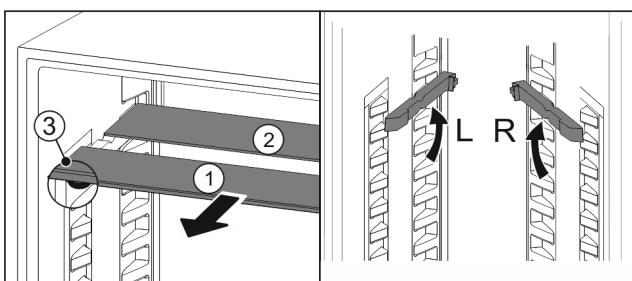

Fig. 58
- ▶ Издърпайте Fig. 58 (1) поотделно стъклените площи напред.
- ▶ Стъклената плоча Fig. 58 (1) с декоративната лайстна е отпред.
- ▶ Ограничителите Fig. 58 (3) сочат надолу.